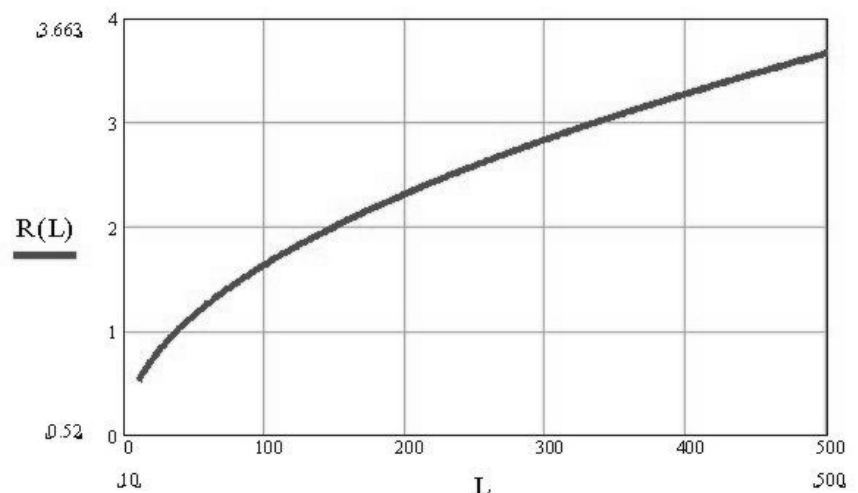
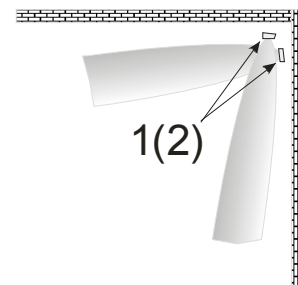

Рис. 4.2
Рис. 4.8
4.4 Ширина чувствительной зоны зависит от расстояния между БПРД и БПРМ и определяется по ориентировочному графику, приведенному на рис. 4.2.
*Примечание: ширина ЗО (момент срабатывания) зависит от установленных порогов и может быть более узкой, относительно приведенной на рис. 4.2.*
радиопрозрачным) заграждениям на расстояние меньшее половины ширины ЗО может приводить к интерференции радиосигнала и при раскачивании заграждения или при изменении отражающих свойств, может приводить к значительным колебаниям уровня принимаемого сигнала, т. е. к значительному снижению соотношения сигнал/помеха. Поэтому при проектировании и монтаже учитывайте ширину чувствительной зоны (см. график на рис. 4.2).
4.13 При установке извещателей вдоль заграждений необходимо определить: могут ли радио волны, излученные БПРД, отразившись от заграждения попасть в БПРМ. Если такое возможно, повернуть оси ЗО, как показано на рис. 4.8. Угол поворота рассчитать с учетом расширения ЗО см. график рис. 4.2, чтобы ЗО не касалась заграждения (даже радиопрозрачные в сухую погоду заграждения после дождя могут отражать радиоволны).